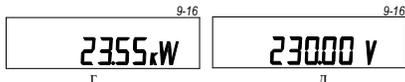

Рисунок 3.3 – Программируемые режимы индикации счетчика
- количество потребленной электроэнергии суммарно независимо от тарифного расписания (рисунок 3.3а);
- количества активной электрической энергии нарастающим итогом суммарно по действующим тарифам на начало месяца (рисунок 3.3б, на рисунке показана индикация для четырех действующих тарифов);
- количества активной электрической энергии нарастающим итогом раздельно по действующим тарифам на начало месяца (рисунок 3.3в, на рисунке показана индикация для T1);
- активной мощности (рисунок 3.3г);
- действующего значения фазного напряжения (рисунок 3.3д).